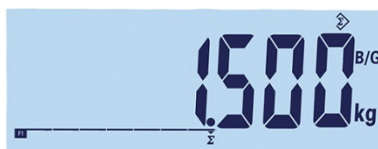

Figura 2-24: Símbolo del valor de recopilación
1. Coloque el primer peso en la plataforma y presione la tecla de función “acumulación” Σ . Si el peso estable se detecta dentro de 2 segundos, el valor del gran total será de 1.5 kg y el número será 1 (Figura 2-24).